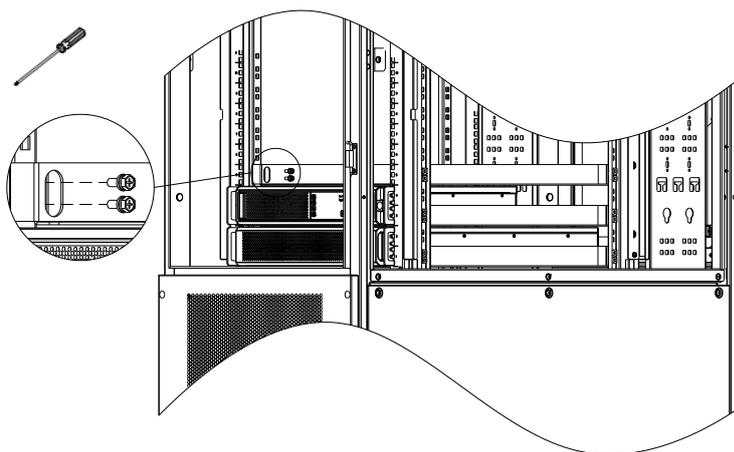

图2-19 安装导轨
- d) 安装导轨，使用 M6×16 螺钉（8 个）固定，如图 2-19 所示。